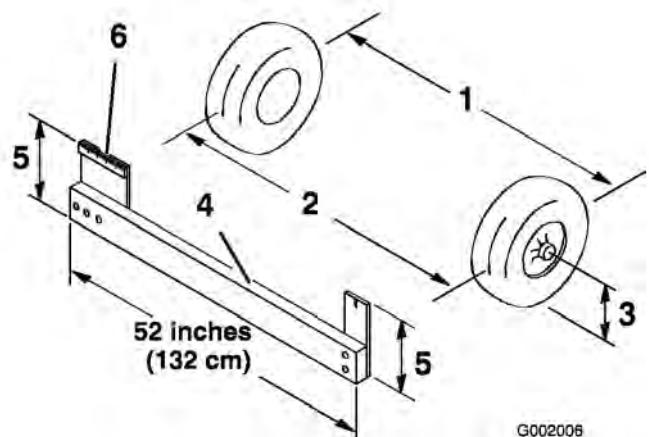

図 55
4. 前輪の前と後ろで、左右のタイヤの中央線間距離を測る；計測はアクスルの高さで行う（図 55）。前輪の後ろで、ア
クスルの高さで測定を行うには市販または手製のトーイン測定器が必要となる。前後の計測とも同じ道具を使用し、アクスルの高さで正しく測定すること（図 55）。